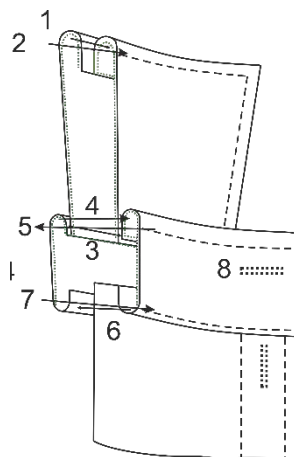

Рис. 2
2. Обтачайте верхний воротник нижним по отлёту и концам. (Рис. 2 строчка 1)
4. Настрочите отделочную строчку по отлету и концам воротника. (Рис. 2 строчка 2)
5. Скрепите верхний и нижний воротники по нижнему срезу. (Рис. 2 строчка 3)
6. Начертите линию обтачивания уступов стойки. Втачайте воротник в стойку, обтачивая уступы стойки, подрежьте припуски швов обтачивания уступов, выверните стойку на лицевую сторону. (Рис. 2 строчка 4). Приутюжьте.
7. Настрочите отделочную строчку по шву соединения воротника со стойкой и краю уступов стойки. (Рис. 2 строчка 5)
23. Втачайте стойку нижнего воротника в горловину. Настрочите стойку верхнего воротника на горловину платья (Рис.2, стр.6 и 7).